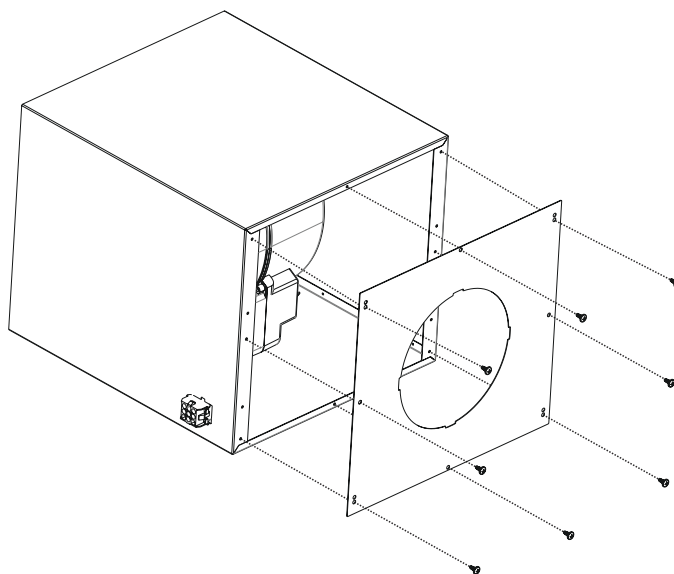

Fig. 24
**4.** ➔ Montera nu adapterplattan med ett runt hål för att tillsluta motorhusets öppna ände. Skruva fast plattan med 8st skruvar (Fig. 24).